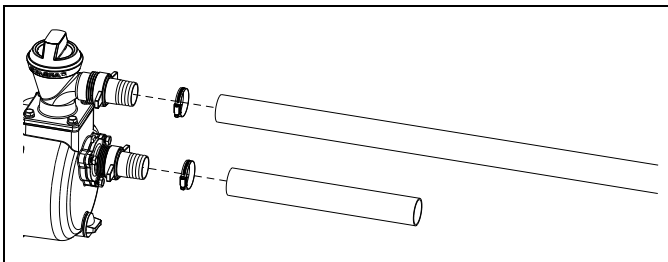

Figura 4-7. Conexión de las mangueras
3. Conecte la manguera de aspiración verde en la brida color verde deslizándola sobre la punta de manguera y fijándola con una abrazadera de manguera (Figura 4-7.).